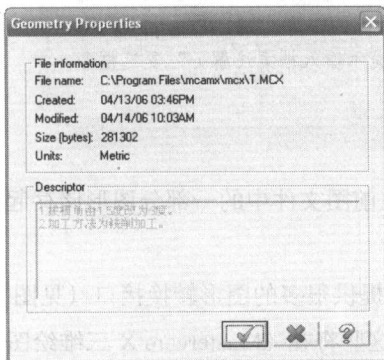

图 1-2-10
8. Properties (摘要信息): 显示目前画面中图形文件的属性信息 (见图 1-2-10)。